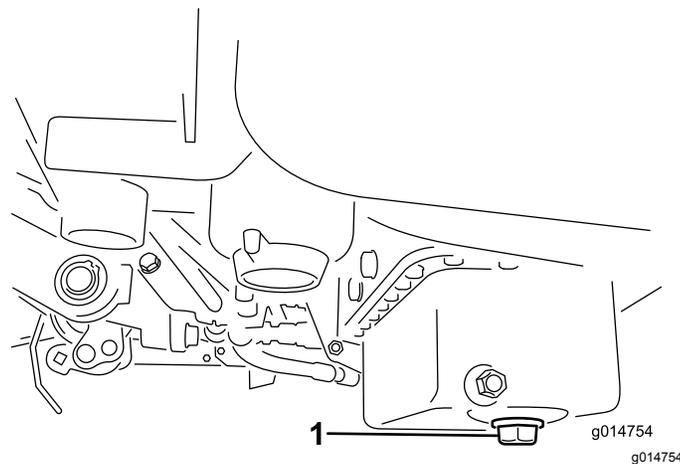

Рисунок 29
1. Снимите сливную пробку и дайте маслу вытечь в сливной поддон. Когда масло перестанет течь, установите сливную пробку на место (Рисунок 29).